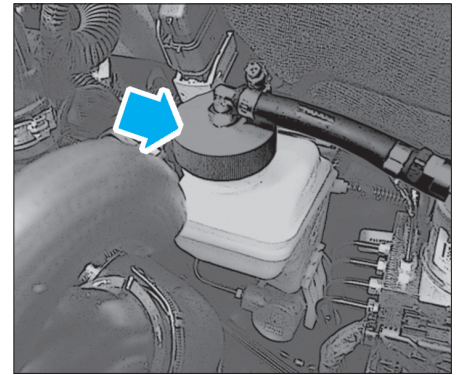

Fig. 18
- Visser l'adaptateur (flèche) de l'appareil de purge à la place du bouchon de réservoir (Fig.18).
- Déposer l'adaptateur (1) de l'appareil de purge du réservoir de liquide de frein (Fig.18).